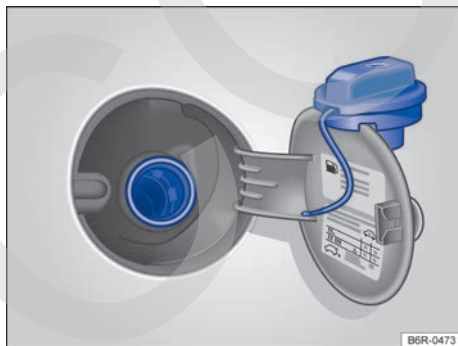

Fig. 102 Portezuela del depósito de combustible abierta con el tapón de cierre del depósito de combustible colgado.
- Gire tapa del depósito de combustible en sentido antihorario y cuélguela encima de la puerta del depósito de combustible → fig. 102.